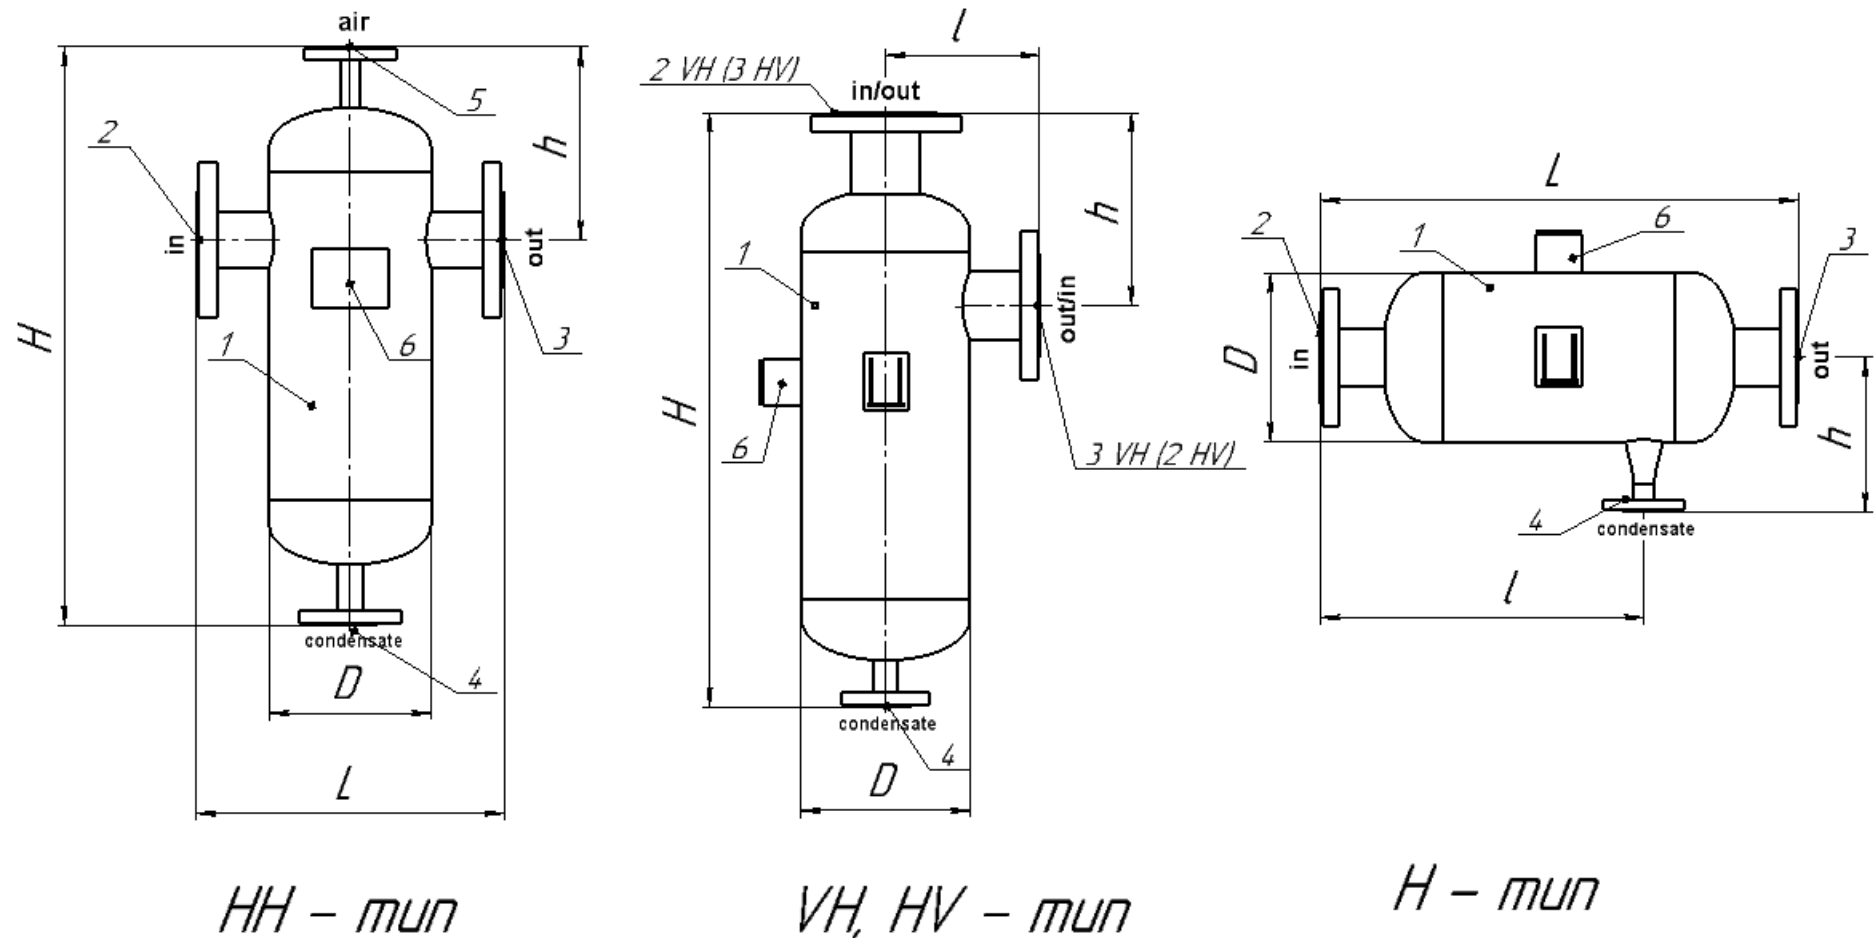

Рис. 3 – сепаратори відцентрового типу ART-CS: HH - тип; VH, HV – тип; H – тип.
- 2.14. Сепаратор вологи відцентрового типу ART-CS являє собою (рис. 3) вертикально чи горизонтально розташований корпус (1). Насичена пара з вмістом вологи подається через вхідний патрубок (2) на сепараційний пристрій, який розташований всередині корпусу. Після ефективної сепарації від вологи пара поступає у трубопровід пари через вихідний патрубок (3). Конденсат виводиться з корпусу сепаратора вологи через патрубок конденсату (4). Сепаратор вологи типу НН додатково обладнаний патрубком для виведення повітря з корпусу (5). Усі сепаратори обладнанні табличкою виробника (ПП «Артезія»).